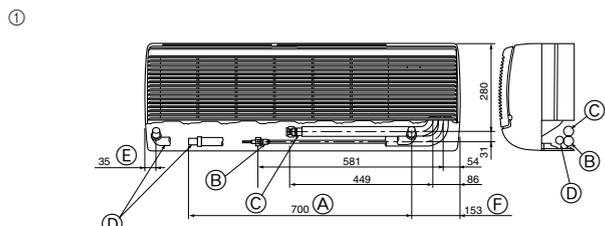

Fig. 4-2
① Θέση των σωληνώσεων ψυκτικού και αποχέτευσης (Fig. 4-2)